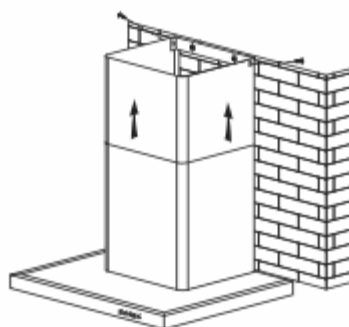

fig. 8
- Levante la chimenea superior hasta el límite máximo y fíjela a la horquilla con la ayuda de los tornillos (fig. 8)
- Levante la chimenea superior hasta el límite máximo y la fije a la horquilla con la ayuda de 2 tornillos (fig. 8)